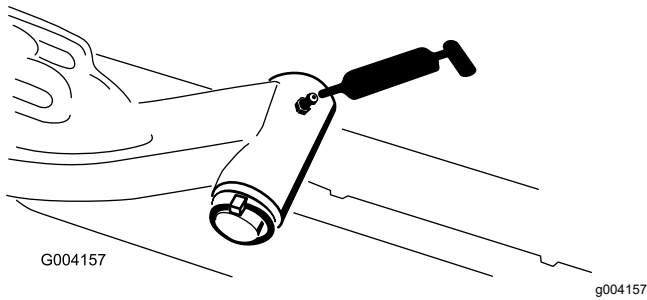

Figura 104
- Veio da articulação do braço de elevação (1 cada) (Figura 104)